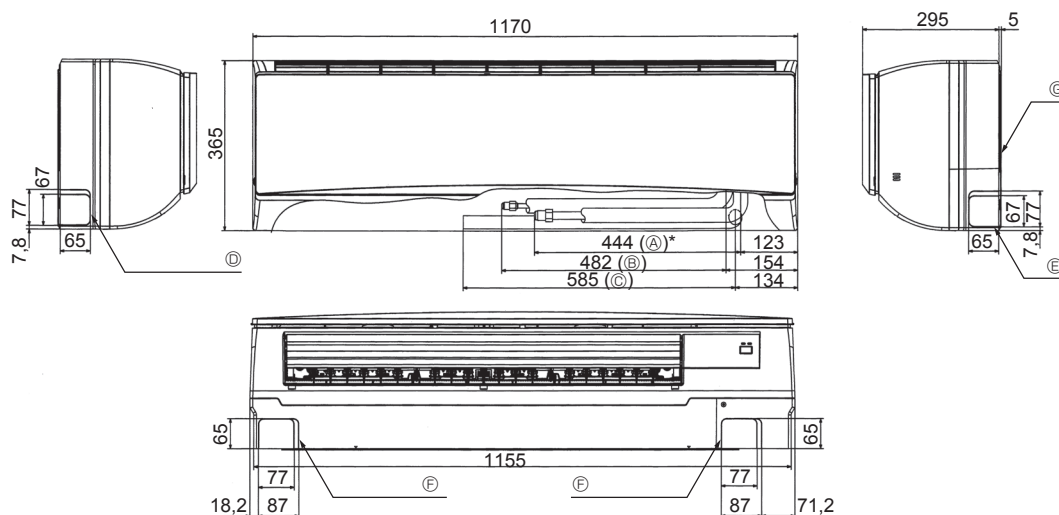

Fig. 4-3
4.4. Mise en place des tuyaux de réfrigérant et d'écoulement (Fig. 4-3)
- (A) Conduit de gaz * Indique la condition les accessoires montés.
- (B) Conduit de liquide
- (C) Tuyau d'écoulement
- (D) Orifice de la rondelle du tuyau gauche
- (E) Orifice de la rondelle du tuyau droit
- (F) Orifice de la rondelle du tuyau inférieur
- (G) Plaque d'installation (1)